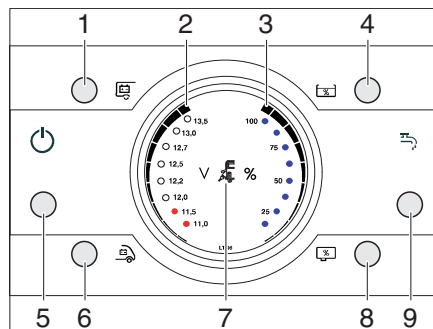

Fig. 247 Panneau de contrôle LT 96
Le voyant de contrôle 230 V (Fig. 247,7) s'allume si l'arrivée du bloc électrique est sous tension de réseau.
L'interrupteur principal 12 V (Fig. 247,1) établit ou coupe le panneau de contrôle et l'alimentation 12 V de la cellule.
*Mise en service :* ■ Appuyer brièvement sur la touche de l'interrupteur principal 12 V (Fig. 247,1). L'alimentation 12 V de la cellule est assurée. La DEL de contrôle s'allume.
*Mise hors service :* ■ Appuyer brièvement sur la touche de l'interrupteur principal 12 V (Fig. 247,1). L'alimentation 12 V de la cellule est coupée. La DEL de contrôle s'éteint.
Avec les touches de la batterie de cellule (Fig. 247,1) et de la batterie de démarrage (Fig. 247,6), on affiche l'état de charge des batteries.
- Appuyer sur la touche de la batterie de cellule (Fig. 247,1).
La charge de la batterie est affichée (Fig. 247,2).
- Appuyer sur la touche de la batterie de démarrage (Fig. 247,6).
Avec les touches de niveau de remplissage du réservoir d'eau (Fig. 247,4) et de niveau de remplissage du réservoir d'eaux usées (Fig. 247,8), on peut afficher la quantité d'eau et la quantité d'eaux usées.
- Appuyer sur la touche de niveau de remplissage du réservoir d'eau (Fig. 247,4). Le niveau de remplissage du réservoir d'eau est affiché (Fig. 247,3).
- Appuyer sur la touche de niveau de remplissage du réservoir d'eaux usées (Fig. 247,8). Le niveau de remplissage du réservoir d'eaux usées est affiché (Fig. 247,3).
Avec la touche de pompe à eau MARCHE / ARRET (Fig. 247,9), on peut activer et désactiver la pompe à eau. La mise en service proprement dite de la pompe à eau se fait à l'ouverture d'un robinet d'eau lorsque la pompe à eau est activée. Si la pompe à eau est désactivée, la pompe à eau reste désactivée même lorsqu'on ouvre un robinet d'eau.
- Appuyer brièvement sur la touche de pompe à eau MARCHE / ARRET (Fig. 247,9). La pompe à eau est activée. La DEL s'allume.
- Appuyer brièvement sur la touche de pompe à eau MARCHE / ARRET (Fig. 247,9). La pompe à eau est désactivée. La DEL s'éteint.
La DEL "11,0 V" clignote dans l'affichage (Fig. 247,2) dès que la tension de la batterie descend en dessous de 11 V (mesurée en marche) et qu'il y a risque de décharge profonde de la batterie.